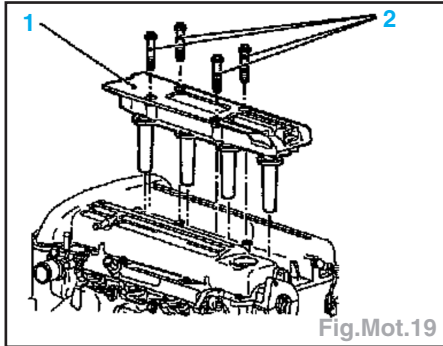
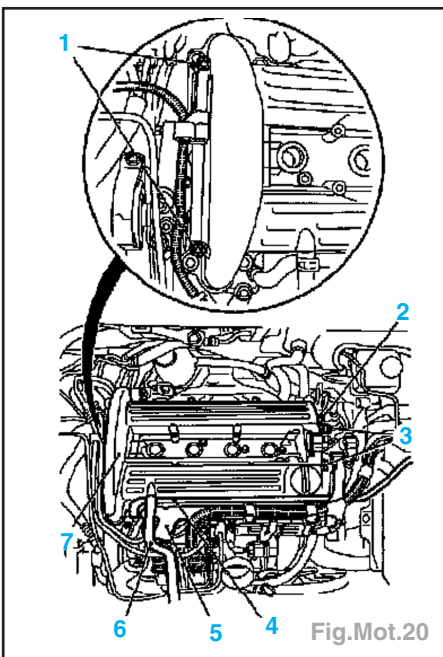

Fig.Mot.19
Fig.Mot.20
- Déposer le module d'allumage (1), les 4 vis (2), déverrouiller les fiches de faisceaux de câbles et les débrancher (Fig.Mot.19)
- le couvre-culasse (7)
- le support de conduites de carburant (1)
- le flexible de liquide de refroidissement (4)
- le conduit de câble (5) et le support de faisceau de câbles avec écrou et vis (3)
- le câble de masse (2) (Fig.Mot.20).
- Déposer le module d'allumage (1), les 4 vis (2), déverrouiller les fiches de faisceaux de câbles et les débrancher (Fig.Mot.19).